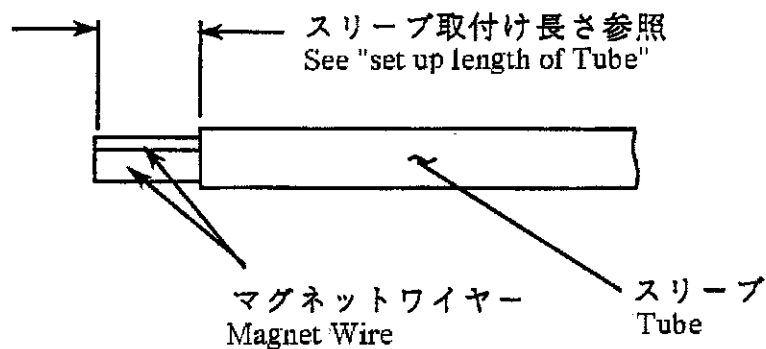

Fig. 3
- (2) スリーブとマグネットワイヤーのセット方法は Fig. 3 参照のこと。
- (2) Setting length of tube and magnet wire, see Figure 3.